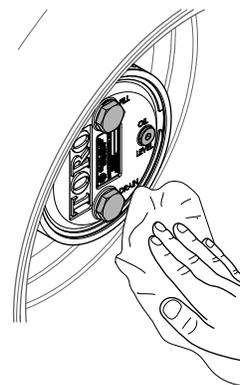

Figura 63
3. Pulite l'alloggiamento degli ingranaggi planetari e la scatola del freno (Figura 63).